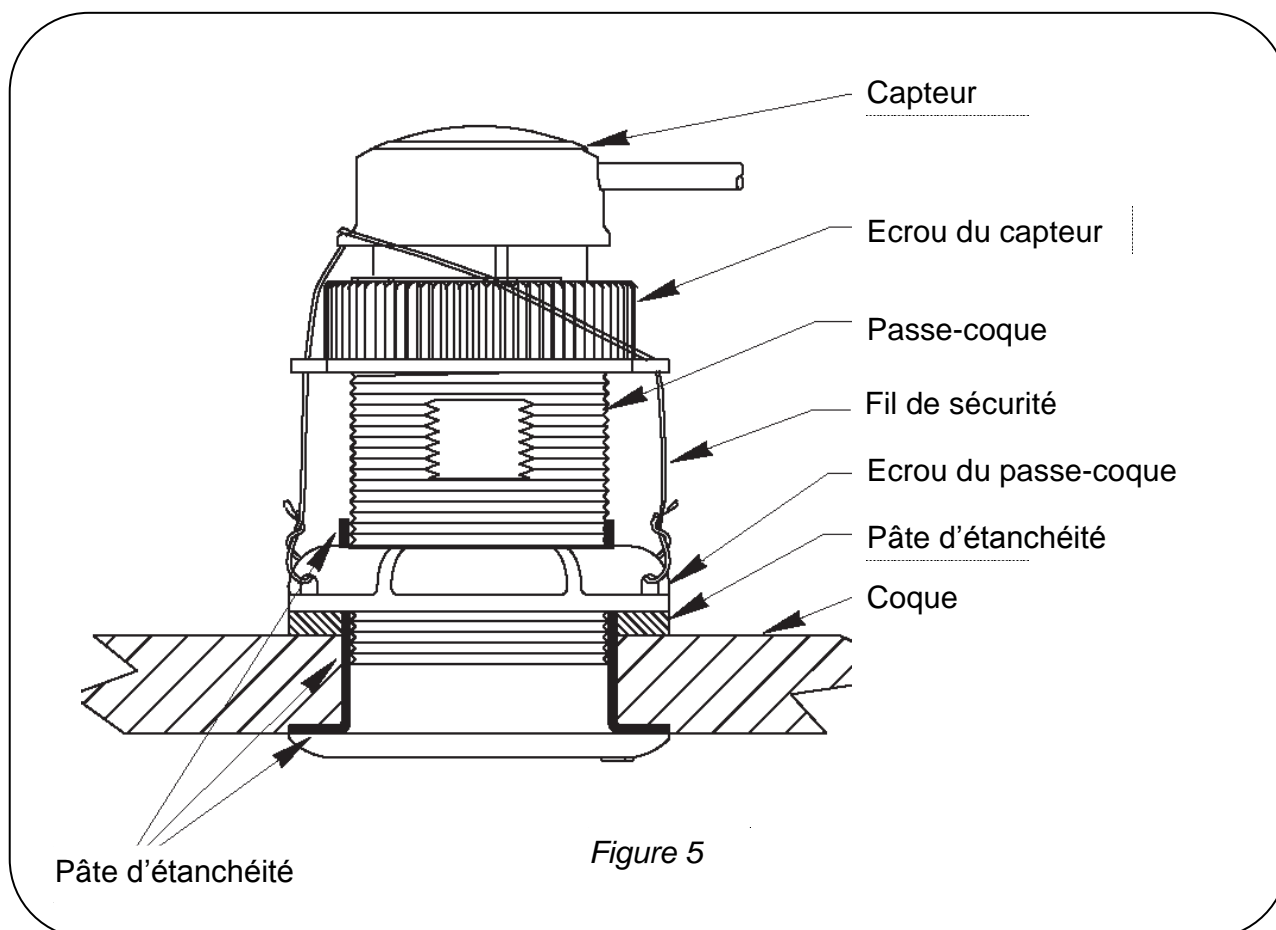

Figure 4 : emplacements recommandés pour les capteurs sondeur et speedomètre
- Positionnez le passe-coque en orientant l'encoche de détrompage vers l'avant du bateau (voir figure 4). De la même façon, sur la face extérieure du passe-coque, une flèche indique le sens d'orientation : positionnez cette flèche vers l'avant du bateau.